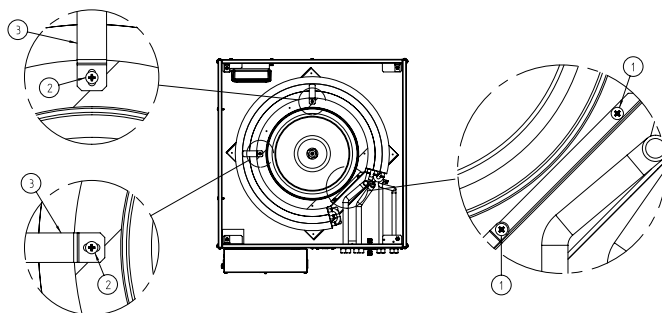

Fig.27a
- Efter at pumpen til bortledning af kondensvand er blevet fjernet, skrues de to skruer af som angivet i Fig.27a, pkt. 1. Pas på motorkablet nedenunder (se det forstørrede udsnit i Fig.29b og 30b).
- Fjern de to skruer (Fig.27a, pkt. 2) på fastgørelsebøjlen til batteriet (Fig.27a, pkt. 3), og hold godt fast i varmeveksleren.